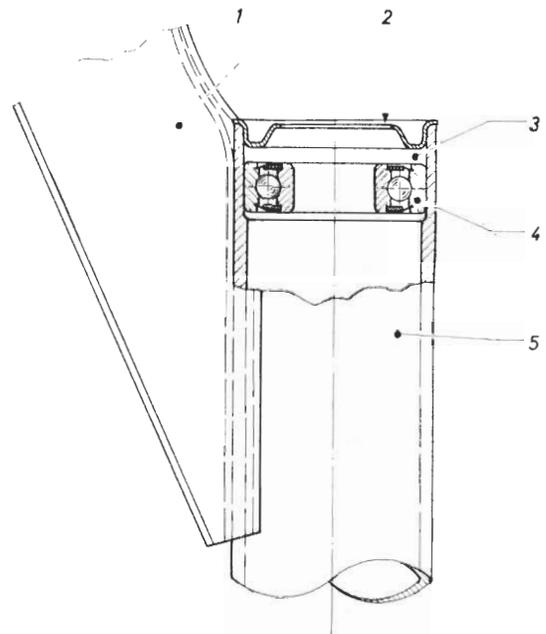

Bild 72 - Schutzkappe mit Kugellager in Hinterachsverlängerung
4. Nach dem Einpressen der Schutzkappe Hohlraum zwischen Schutzkappe und Kugellager mit Schutzfett B 040 881/4 füllen (Bild 72).